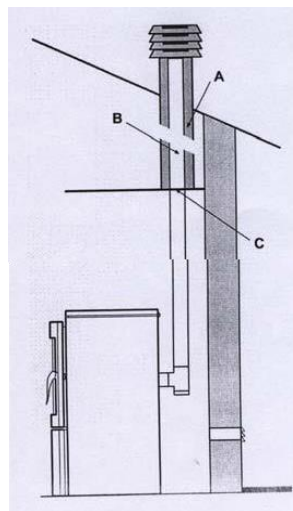

Figura 2
- Evitați contactul cu materialele inflamabile (cum ar fi grinziile din lemn). Acestea trebuie izolate întotdeauna cu material pentru prevenirea incendiilor (vezi figura 2).